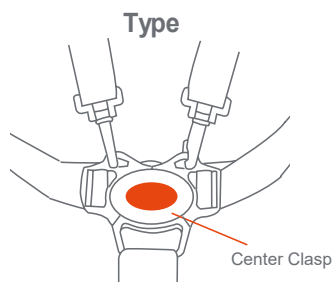

Fig. 11
11) • Presione el botón en la presilla central para destrabar las hebillas del arnés (Fig. 11).